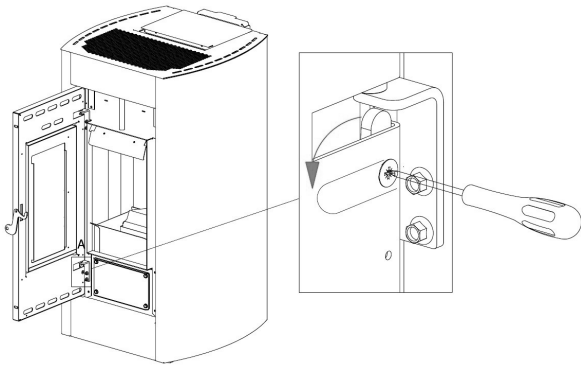

Fig. 31 - Entfernen der Schrauben
LEGENDE	Fig. 31
- Der Ofen darf nicht nahe an Wänden und / oder Möbeln installiert werden, auf jeder Seite und auf der Rückseite muss mindestens eine Luftzirkulation von 300 mm gegeben sein, um eine effiziente Kühlung und eine gute Wärmeverteilung in der Umgebung zu ermöglichen (siehe **Fig. 31**).
- Wenn die Wände aus entflammablem Material sind, müssen die Sicherheitsabstände überprüft werden (siehe **Fig. 31**).